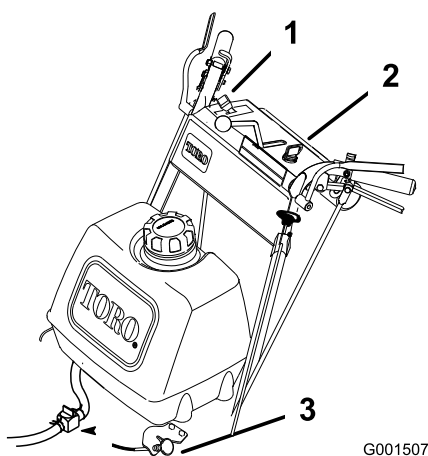

Figura 9
11. Mueva el mando del estérter a la posición de desconectado a medida que el motor se caliente (Figura 9).
1. Mueva la palanca del acelerador a lento (Figura 9).